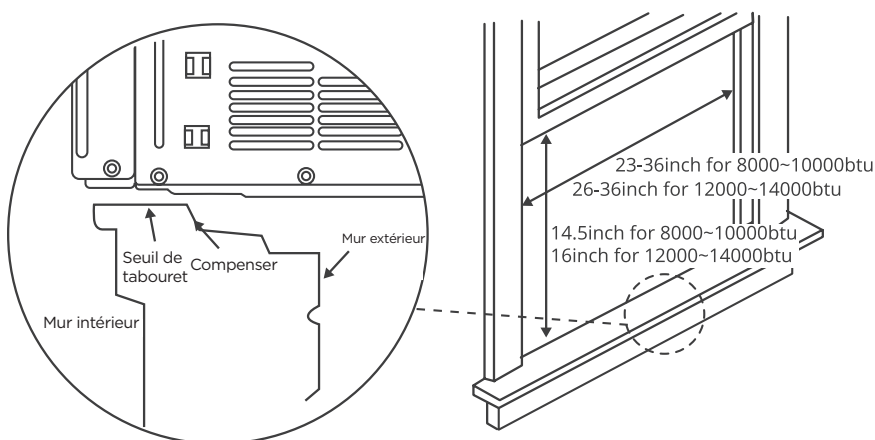

Fig.1
- Le châssis inférieur (la partie inférieure de la fenêtre qui monte et descend) doit permettre un dégagement vertical de 36,8 cm (14,5 po) lorsqu'il est ouvert, pour 8,000 à 10,000 BTU. (Voir Fig. 1). pour un dégagement vertical de 40,6 cm (16 po) lorsqu'il est ouvert, pour 12,000 à 14,000 BTU. (Voir Fig. 1).